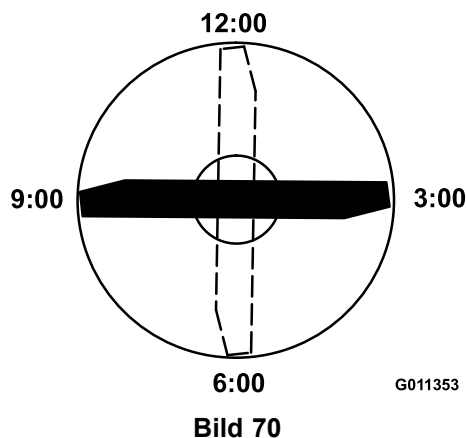

Bild 70
- Positionieren Sie die Schnittkante der markierten Messerseite in die 12-Uhr-Stellung (geradeaus in Mährichtung) und messen die Höhe vom Tisch bis zur Schnittkante (Bild 70).
4. Drehen Sie die markierte Seite des Messers auf die 3- und die 9-Uhr-Stellung und messen Sie die Höhe (Bild 70).